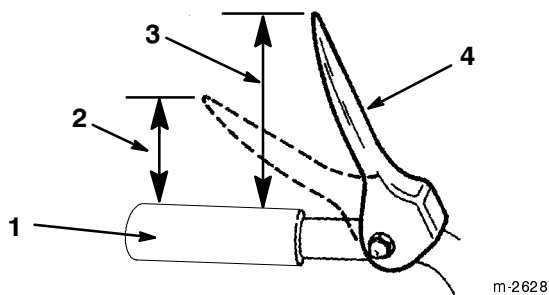

Figure 22
2. Vérifiez la distance entre l'extrémité de la manette de tarière/roue hélice et la poignée du mancheron. L'écartement doit être d'environ 10 cm (Fig. 22).